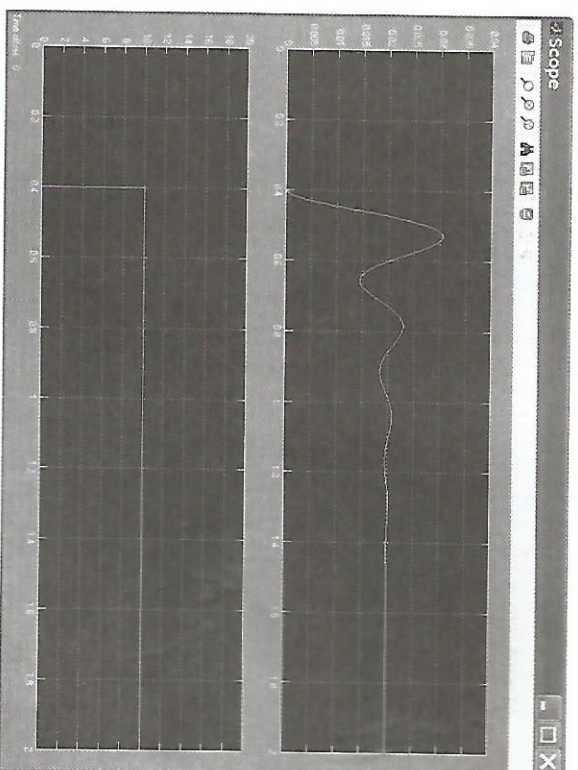

Figura C.10 Resultado gráfico da simulação do sistema de segunda ordem conforme parâmetros e condições propostas.
- (1) Na barra de ferramenta da janela da área de trabalho aparece um triângulo escuro que é ícone do comando direto do *Start simulation*. Clique sobre esse comando para o Simulink efetuar a simulação.
- (2) Para ver as curvas de saída da simulação, dê um duplo clique no *Scope*. Aparecerá na tela o comportamento do deslocamento e no segundo gráfico a entrada degrau, Figura C.10.